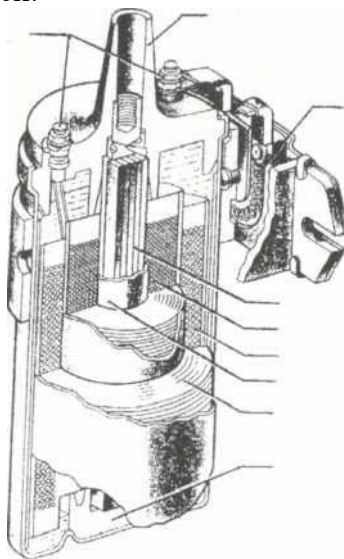

Рис. 10.2. Катушка зажигания: 1 - первичная обмотка;
2. Обозначьте, согласно указателю (рис. 10.2), номер детали катушки зажигания, соответствующий подписи.